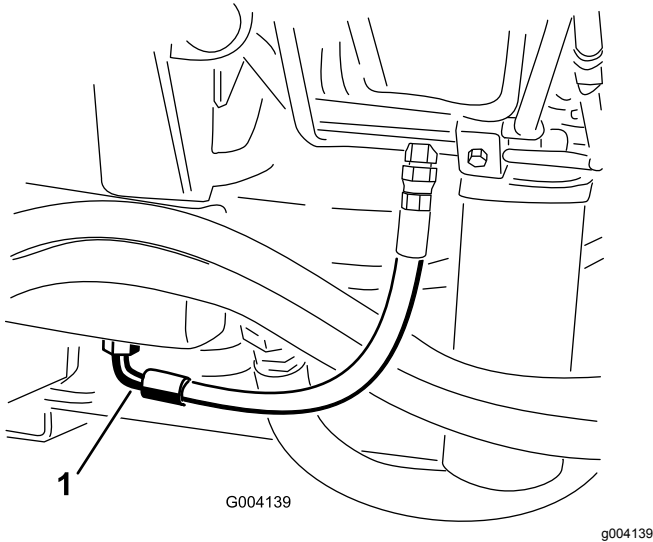

Figura 56
2. Coloque un recipiente grande debajo del acoplamiento situado en la parte inferior del depósito de fluido hidráulico (Figura 56).